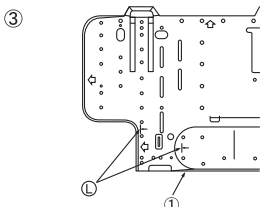

Fig. 3-7
③ Если труба с раструбом должна быть укреплена на стене заранее: (Fig. 3-7)